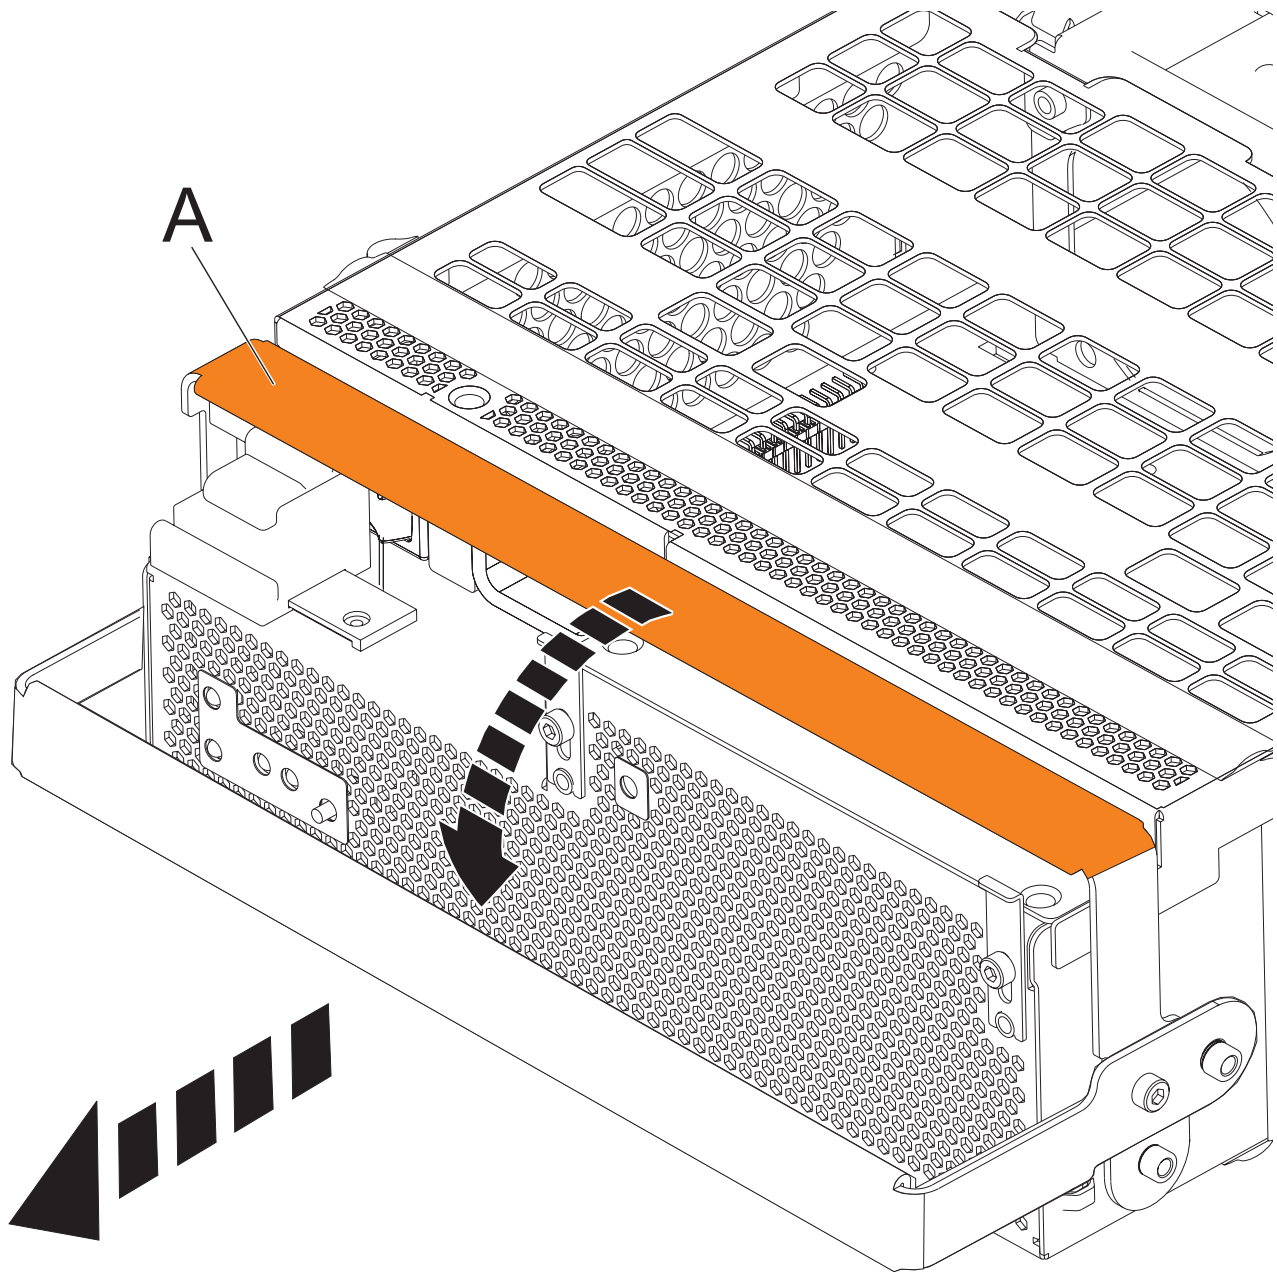

Figure 66. Retirer les ensembles de conversion hors ligne
- a. Tirez le levier (A) à fond vers le bas dans le sens indiqué pour dégager l'ensemble de conversion hors ligne. Pour plus d'informations, voir figure 66, à la page 81.